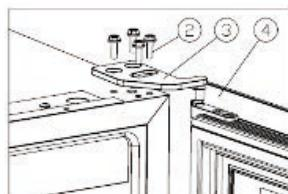

Imagen 2
- Desatornille los 16 tornillos M5, ②, y desmonte la bisagra inferior derecha ⑤. [Imagen 2]